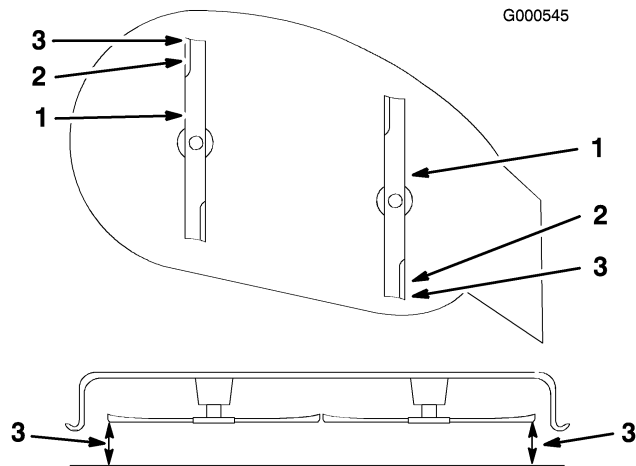

Figura 47
- Ponga la altura de corte en **D** [3 pulg. (76 mm)] y gire con cuidado las cuchillas hasta que estén alineadas hacia adelante y hacia atrás (Figura 47).
- Mida entre la punta de la cuchilla delantera y la superficie plana y entre la punta de la cuchilla trasera y la superficie plana (Figura 47). Si la punta de la cuchilla delantera no está entre 1/16–5/16 pulg. (1,6 y 7,9 mm) más baja que la punta de la cuchilla trasera, ajuste las contratuercas delanteras.